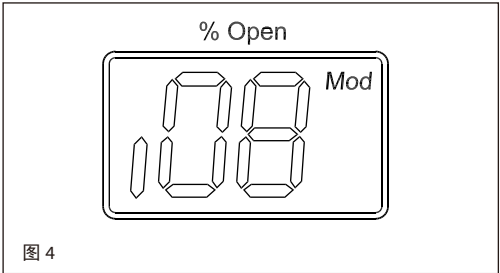

图 4
- 通过按确认按钮 2 秒来进入参数列表。参数列表显示如下 (参数 j08, 图 4)